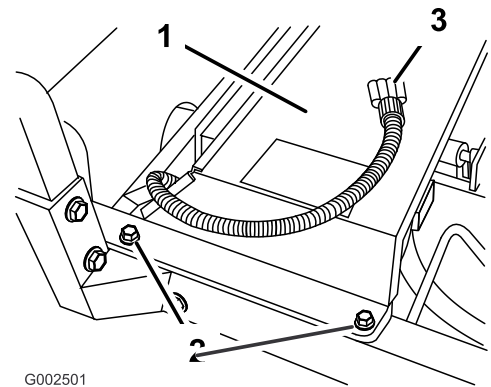

図 18
2. ラジエターの上からラジエター・カバーを取り付ける(図 18)。